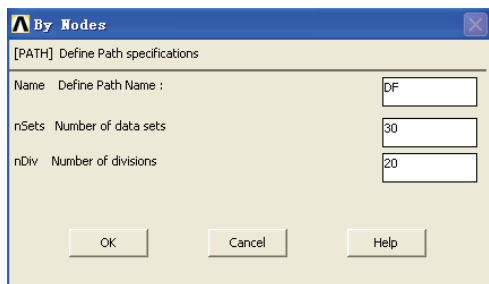

图 8-22 通过节点定义路径
4) 选择 Main Menu | General Postproc | Path Operations | Define Path | By Nodes 命令, 出现 By Nodes 拾取菜单, 在输入栏中输入 2, 35, 33, 单击 OK 按钮, 出现 By Nodes 对话框, 在 Name Define Path Name:输入栏中输入 DF, 其余选项采用默认设置, 如图 8-22 所示, 单击 OK 按钮关闭该对话框。